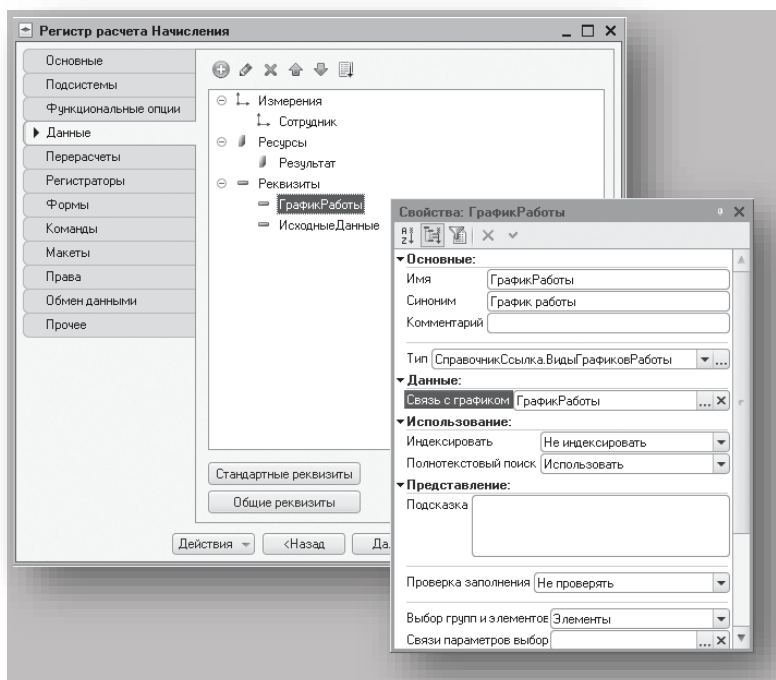

Рисунок 26.2 - Измерения, ресурсы и реквизиты регистра расчета
1.6 Затем перейдем на закладку **Данные** и создадим (рисунок 26.2):